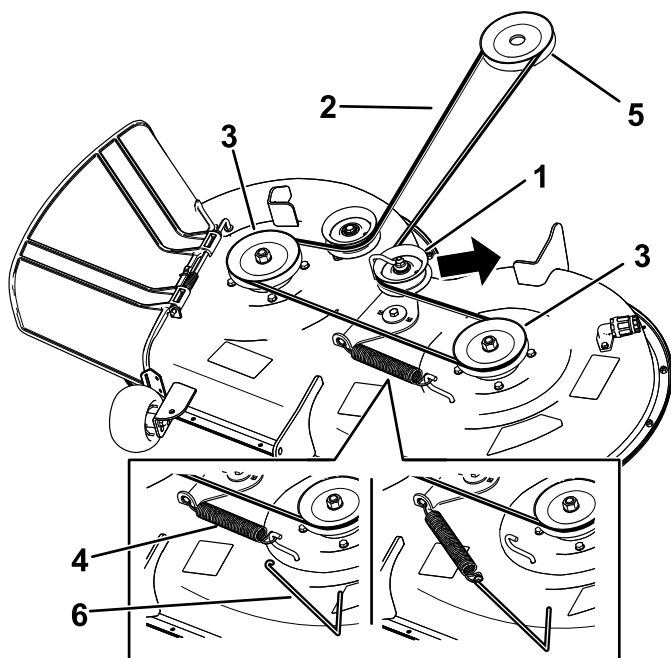

Figura 58
7. Servendovi di un attrezzo per la rimozione delle molle (n. cat. Toro 92-5771), sganciate la molla di rinvio dal gancio del piatto di taglio per eliminare la tensione dalla puleggia tendicinghia e togliete la cinghia dalle pulegge (Figura 58).
8. Montate la nuova cinghia attorno alla puleggia del motore e a quelle del tosaerba (Figura 58).
9. Servendovi di un attrezzo per la rimozione delle molle (n. cat. Toro 92-5771), montate la molla di rinvio sul gancio del piatto di taglio e mettete in tensione la puleggia tendicinghia la cinghia dalle pulegge (Figura 58).